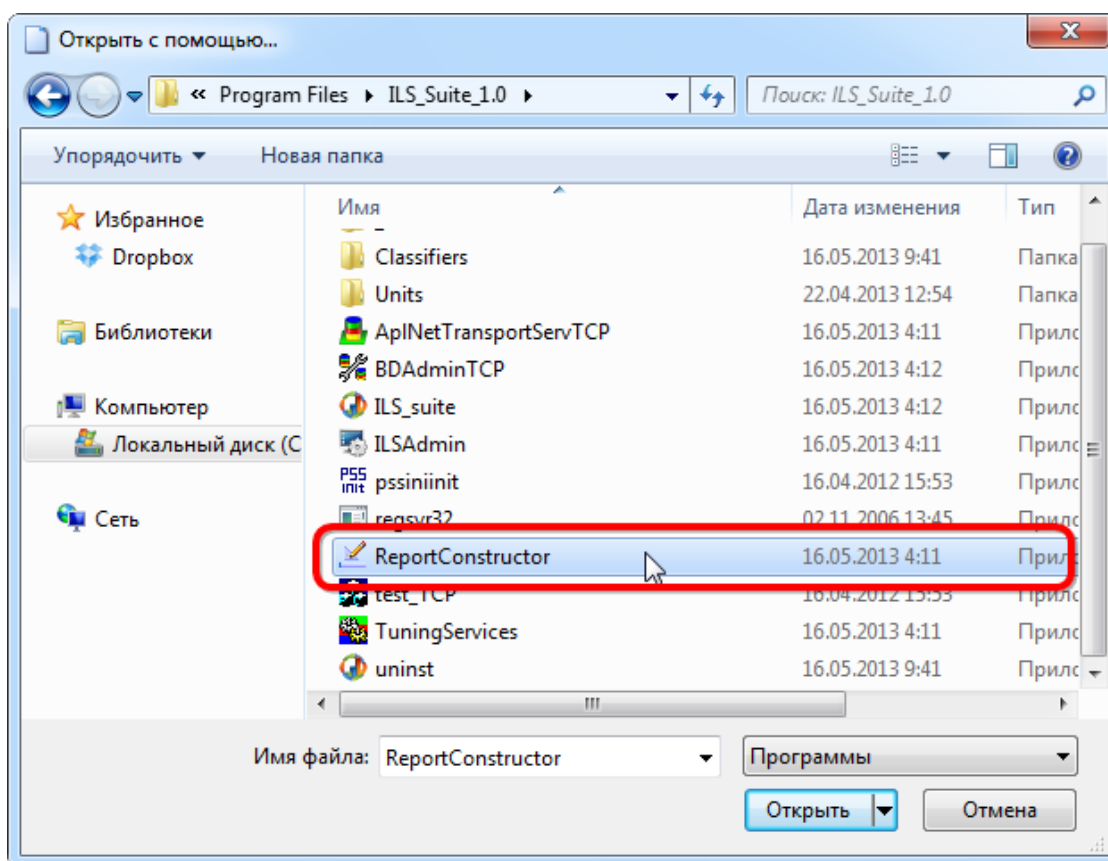

Рис. 15-5 – Выбор программы запуска конструктора отчетов
- 3) В открывшемся окне, приведенном на рис. 15-5, перейти в каталог установки ILS Suite и выбрать программу ReportConstructor.